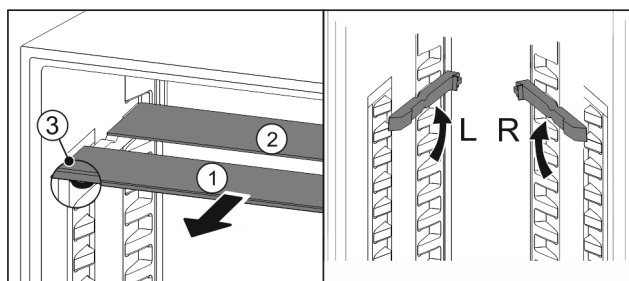

Fig. 121
- ▶ 将玻璃隔板逐个向前拉出 Fig. 121 (1)。
- ▶ 带装饰条的玻璃隔板 Fig. 121 (1) 在前。
- ▶ 阻挡装置 Fig. 121 (3) 指向下方。